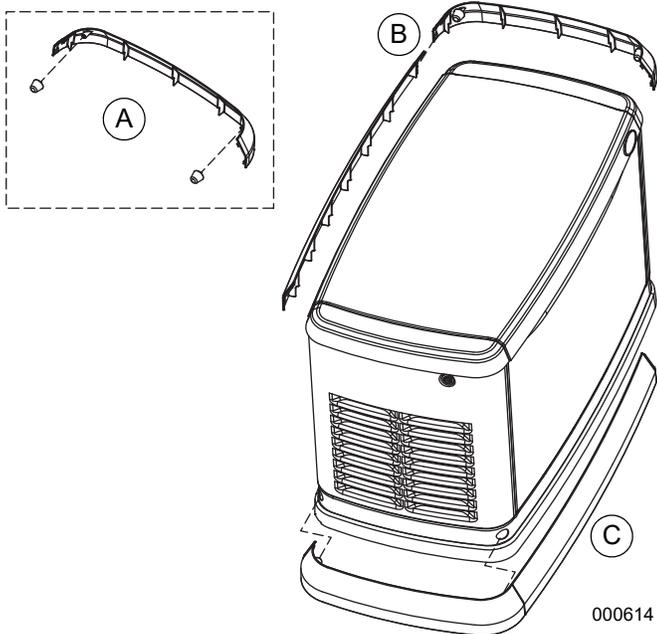

Figura 4-3. Instalación de la carcasa
2. Consulte la Figura 4-3. Retire los parachoques de goma de la bolsa y atorníllelos en los orificios roscados ubicados en el interior de las piezas finales de la carcasa (dos cada uno) opuestos entre sí (A).